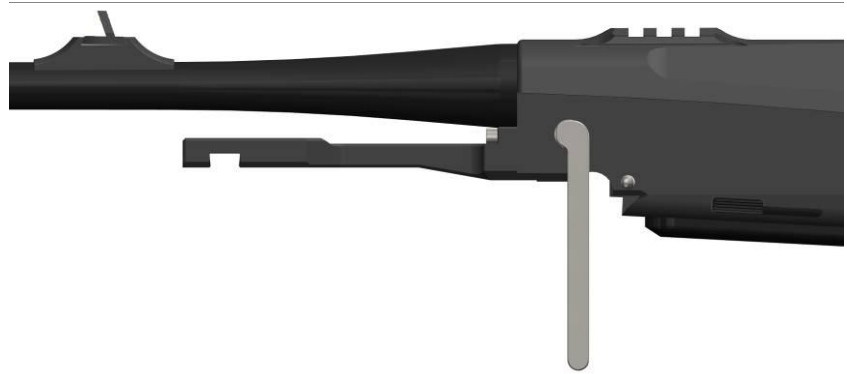

Bild 6
(3) Verschluss mit Kammerstengel bis zum Anschlag zurückziehen (ggf. Erläuterung zu Kapitel 2.3.3 beachten)
(4) Laufklemmung mittels Klemmhebel lösen. (Bild 6)
- (3) Verschluss mit Kammerstengel bis zum Anschlag nach vorne drücken
- (4) Laufklemmung mittels Klemmhebel lösen. (Bild 6)